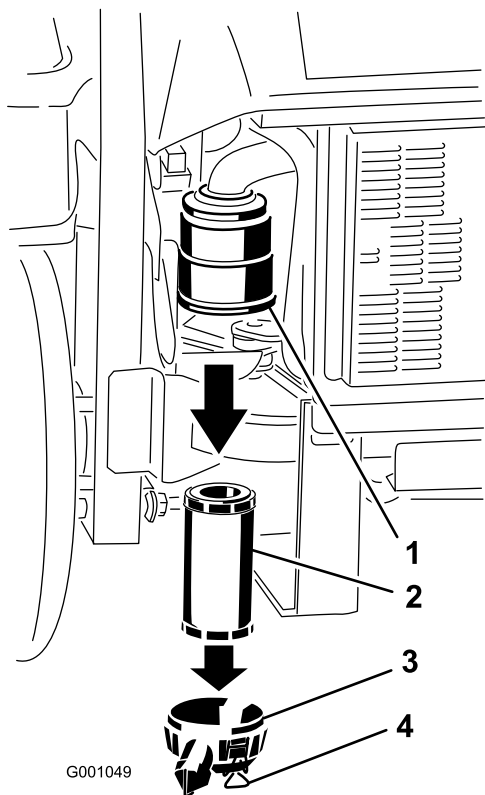

Bild 43
3. Lösen Sie die Riegel am Luftfilter und ziehen Sie die Abdeckung vom Gehäuse ab (Bild 43).
5. Schieben Sie den Filter vorsichtig aus dem Luftfiltergehäuse heraus (Bild 43). Vermeiden Sie ein Anstoßen des Filters an der Seite des Gehäuses.